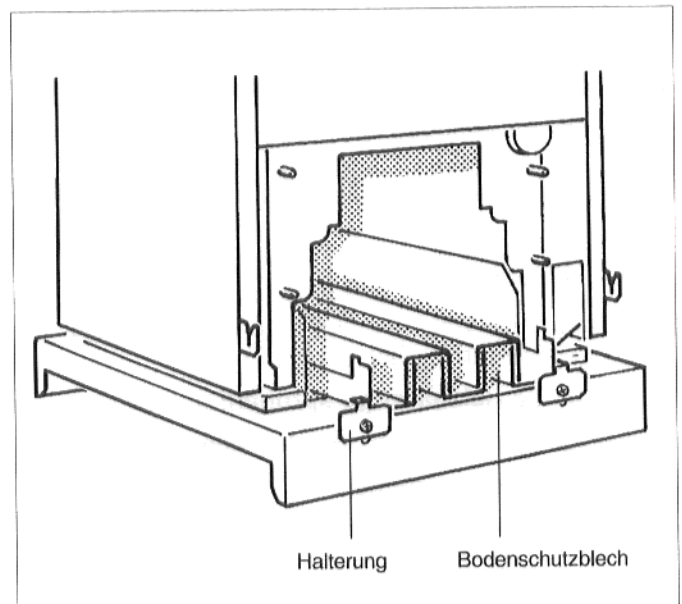

Abb. 25: Loses Bodenschutzblech
- Halterungen des losen Bodenschutzbleches abschrauben und Bodenschutzblech entfernen (Abb. 25).